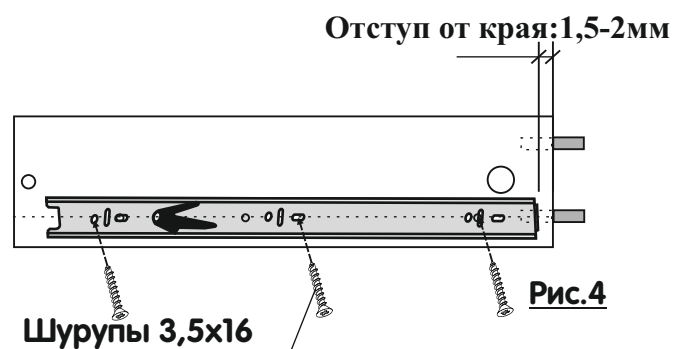

Рис.4
2.Приложить направляющую к каждой боковой стенке ящика так, чтобы центры отверстий направляющей совпали с линией на боковой стенке ящика, выдержав отступ от края, показанные на рис.4.
(см. рис.4).